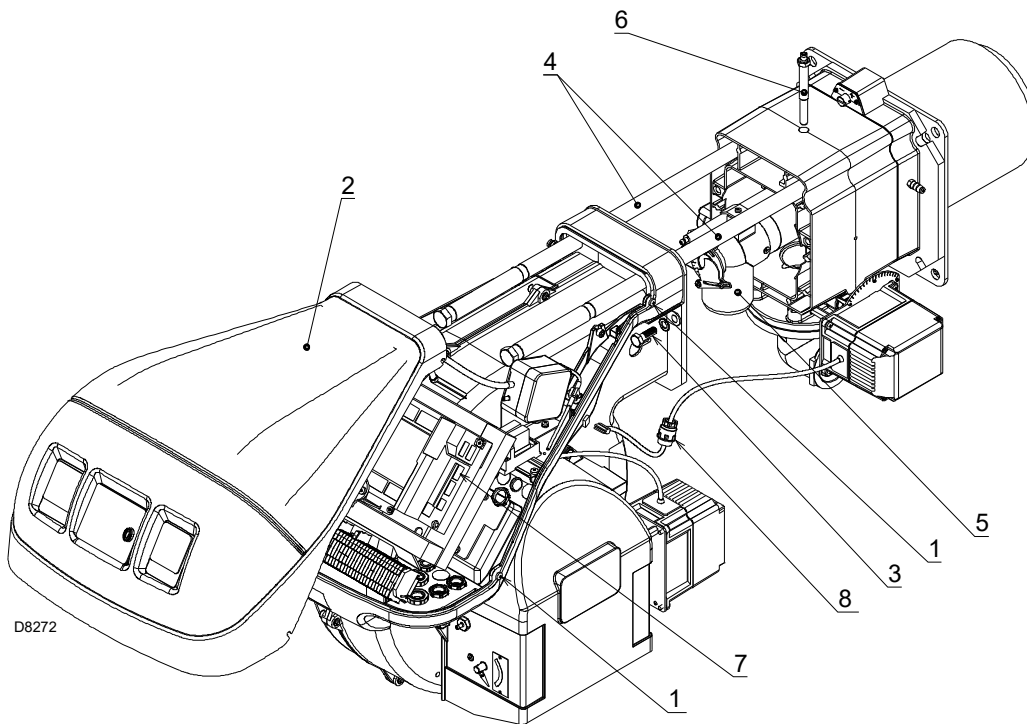

Fig. 36
- Aflojar los 4 tornillos 1)(Fig. 36) y sacar la tapa 2).